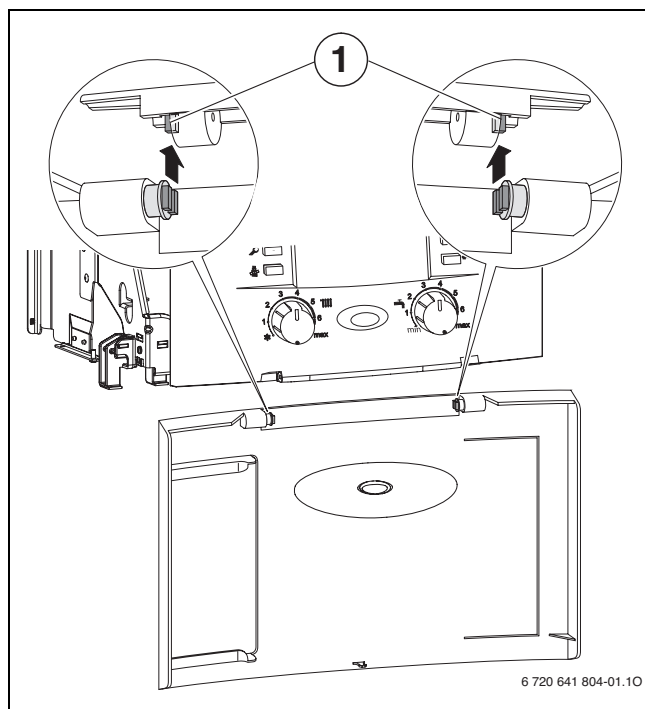

Fig. 12
- Comprobar la orientación de las ranuras (1) (→ fig. 12).